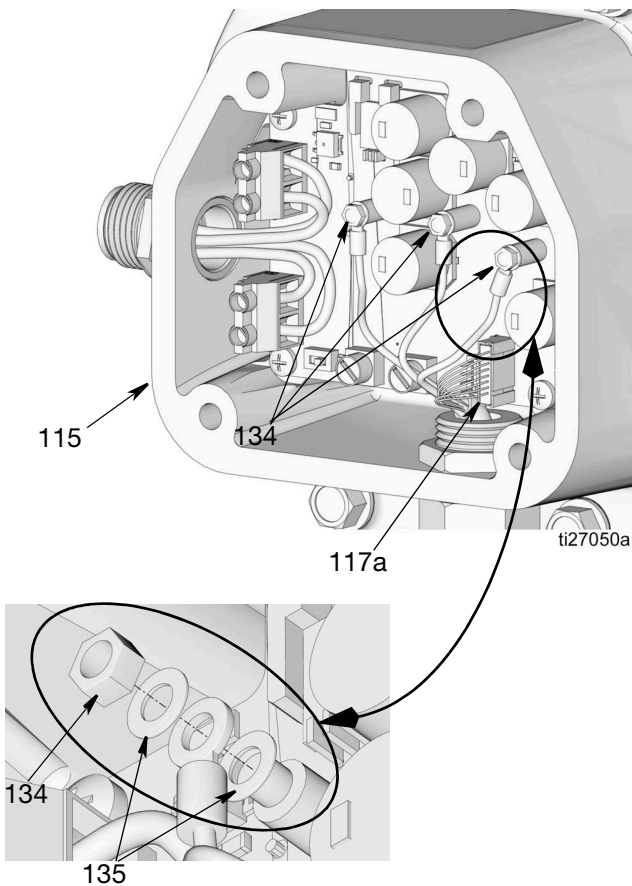

图 66
6. 拆下螺母 (134), 如图 66 所示。从端子上拆下垫圈 (135) 和电机接线。